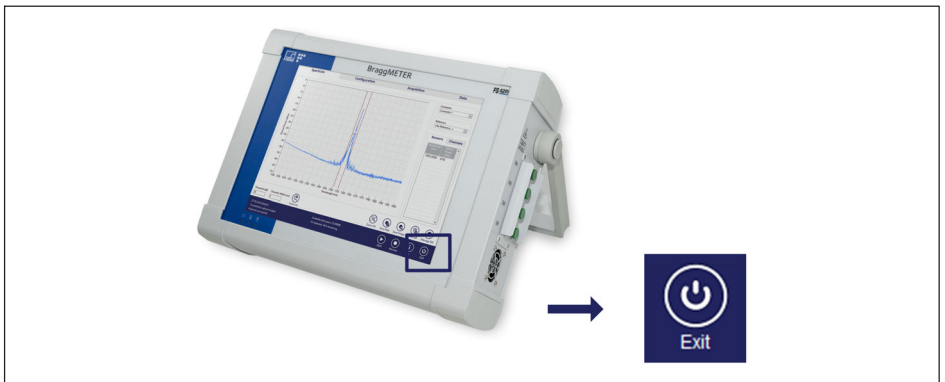

Fig. 3.3 Arrêt via le logiciel
- ▶ Appuyez sur le **bouton Exit (Quitter)** (voir Fig. 3.3) et confirmez l'opération sur la fenêtre qui apparaît.